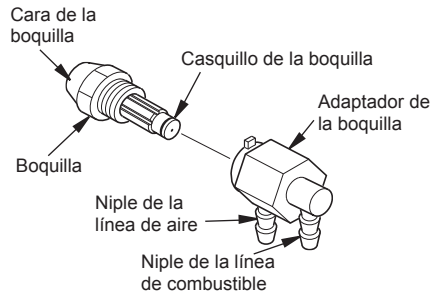

Figura 19 - Boquilla y adaptador de la boquilla
6. Desmonte cuidadosamente la boquilla del adaptador de boquilla utilizando una llave tubular de 5/8 de pulgada (consulte la figura 19).
9. Vuelva a colocar la boquilla en el adaptador hasta que la boquilla se asiente. Apriete 1/3 de vuelta más usando una llave tubular de 5/8 pulgadas de 4.5 a 5.1 N-m (40 a 45 pulg-lb). Consulte la figura 19.